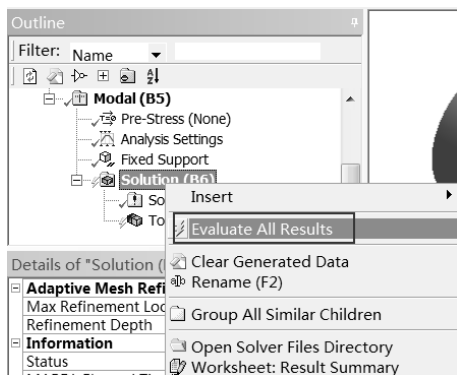

图 10-61 快捷菜单
Step3：在 Outline（分析树）中的 Solution（B6）选项右击，在弹出的快捷菜单中选择 Evaluate All Results 命令，如图 10-61 所示，此时会弹出进度显示条，表示正在求解，当求解完成后进度条自动消失。